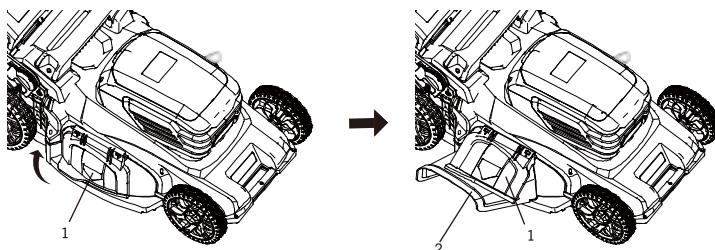

FIG. 5b
- Pour utiliser l'option de chute latérale, retirez le ramasse-herbe (sac) et insérez le plateau de déchiquetage. a) Soulevez le couvercle du conduit d'évacuation latéral (1) d'une main et accrochez le conduit d'évacuation latéral (2) avec l'autre main (Fig. 5b). b) Relâchez le couvercle d'évacuation latéral pour fixer le conduit en place.